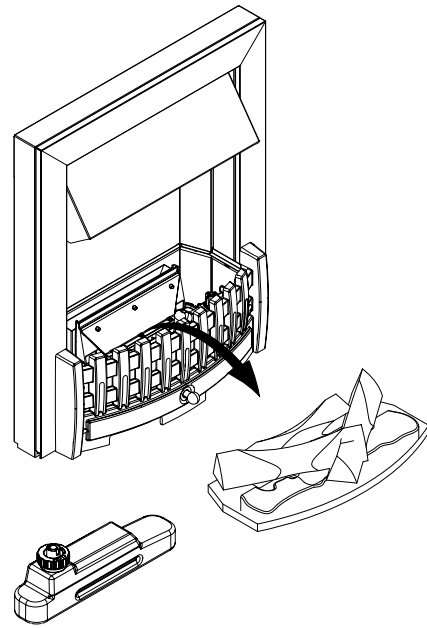

Fig.3
1. Manteniendo encendido el efecto de la llama, quite el lecho de combustible y el depósito de agua. (Véase la Fig. 3)
2. Quite con cuidado el lecho de combustible y déjelo aparte. (Véase la Fig. 3)
2. Levante con cuidado el lecho de combustible y colóquelo con cuidado en el suelo. (Véase la Fig. 3)